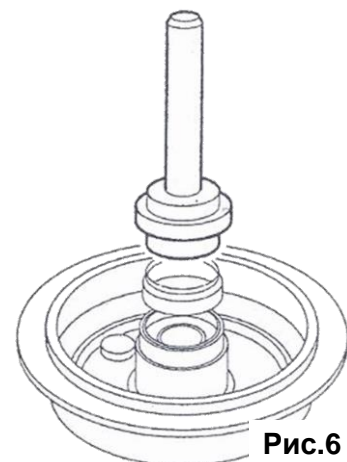

Рис.6
- 4) Смажьте смазкой для подшипников кромки нового внутреннего уплотнительного кольца и с помощью оправки соответствующего диаметра установите кольцо на место (Рис.6).